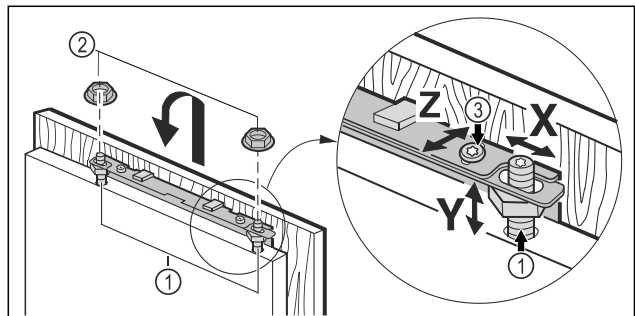

Fig. 45
- ▶ Möbeltür auf die Justagebolzen Fig. 45 (1) einhängen und Kontermuttern Fig. 45 (2) locker auf die Justagebolzen schrauben.
- ▶ Möbeltür in der Höhe Y und in der seitlichen Neigung ausrichten: Justagebolzen Fig. 45 (1) mit einem Schraubendreher einstellen.
- ▶ Kontermuttern Fig. 45 (3) anziehen.